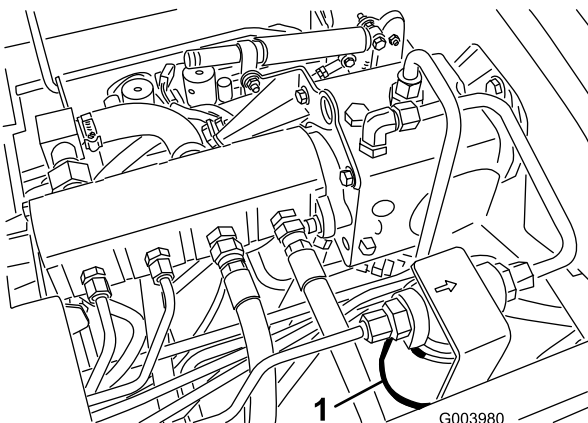
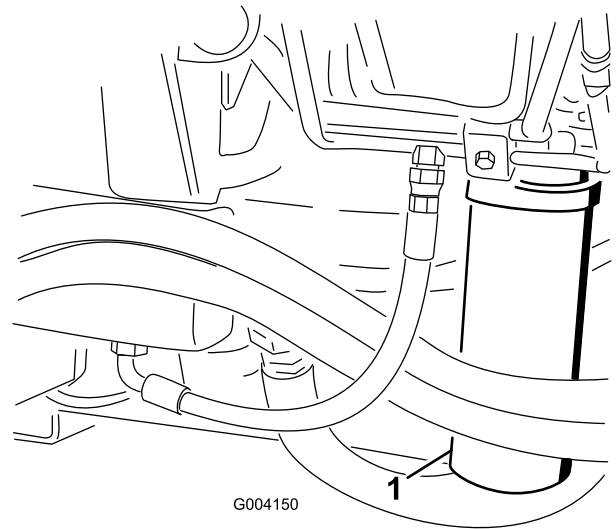

**Bild 79**
**Bild 80**
2. Reinigen Sie den Bereich um den Filterbefestigungsbereich und stellen Sie eine Auffangwanne unter den Filter (Bild 79) und (Bild 80).